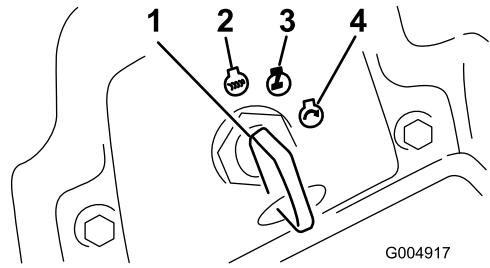

Bild 17
6. Drehen Sie den Zündschlüssel nach rechts in die Lauf-Stellung (Bild 17).
3. Drehen Sie den Zündschlüssel auf die Aus-Stellung (Bild 17). Warten Sie, bis alle sich bewegenden Teile zum Stillstand gekommen sind, bevor Sie die Bedienungsposition verlassen.